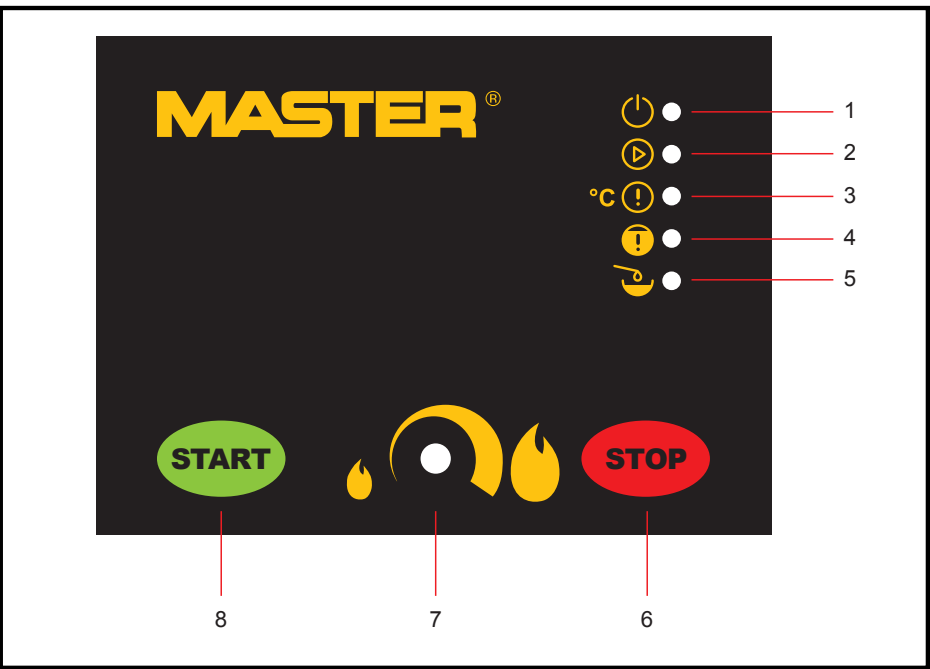

Fig. 3
► Fig. 3 Преден панел на контролния модул на нагревателя на универсално масло.